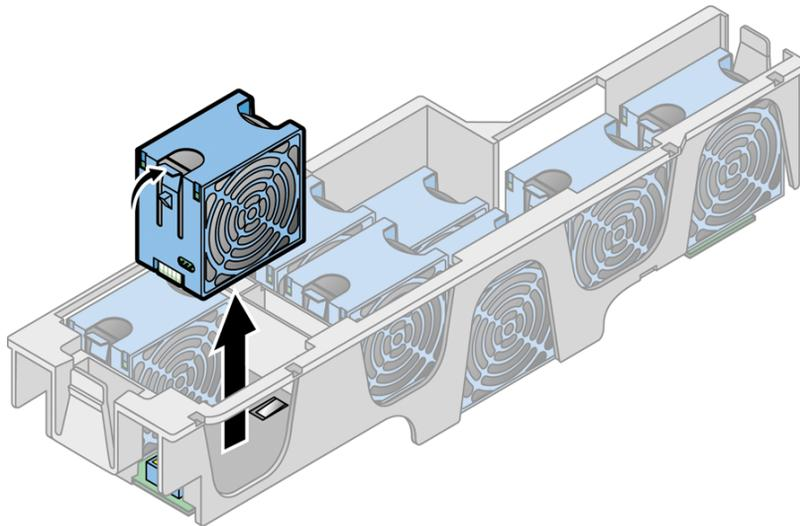

FIGURE 4-21 Retrait d'un ventilateur de refroidissement (panier retiré du serveur)
4. Appuyez sur le clip de retenue sur le bord du ventilateur puis soulevez tout droit le ventilateur pour en désengager le connecteur et le retirer du panier à ventilateurs (voir FIGURE 4-21).
Appuyez sur le clip de retenue sur le bord du ventilateur puis soulevez à la verticale le ventilateur pour en désengager le connecteur et le retirer du panier à ventilateurs (voir FIGURE 4-21).
Appuyez sur le clip de retenue sur le bord d'un ventilateur puis soulevez à la verticale le ventilateur pour en désengager le connecteur et le retirer du panier à ventilateurs (voir FIGURE 4-21).